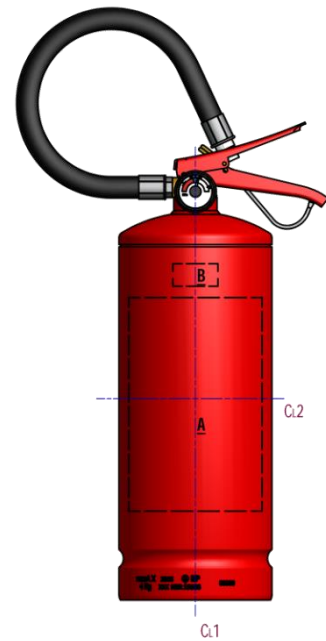

Figura 8 - Posicionamento do Quadro de Instruções
- Imaginariamente, crie uma linha de centro no sentido vertical extintor, tendo como base o indicador de pressão, conforme indicação "**C11**" da Figura 8.
- Novamente, crie outra linha de centro imaginária no sentido horizontal do recipiente do extintor, desconsiderando os frisos, conforme indicação “**CL2**” da Figura 8.
- O selo de identificação da conformidade do INMETRO deverá ficar centralizado com a linha de centro vertical (“**CL1**”), logo acima do quadro de instruções, conforme retângulo tracejado com indicação “**B**” da Figura 8.